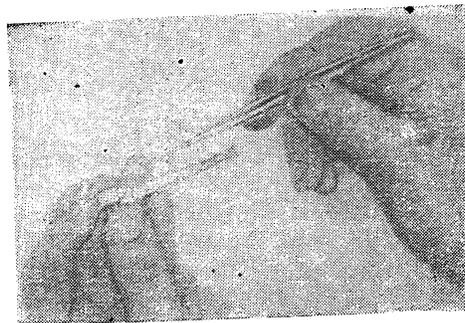
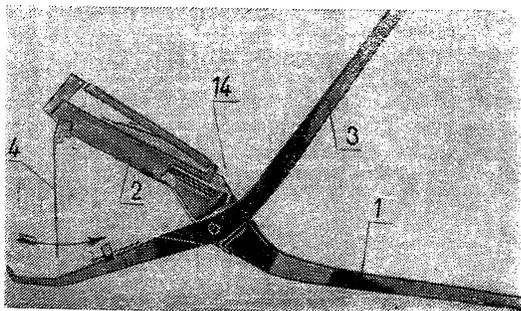

Рис. 11.
Рис. 12.
Магазин держат тремя пальцами левой руки. Большой и средний пальцы располагаются по бокам магазина, а указательный упирается в торец, закрывая паз для скрепок. Правой рукой, захватив скрепку пинцетом, устанавливают ее на седло магазина (см. Рис. 11) и продвигают ее в скрепочный паз с помощью заряджателя (см. Рис. 12).
Левой рукой держат аппарат в раскрытом положении, а правой рукой вставляют магазин передними шпильками в гнезда средней бранши и поворачивают в направлении, указанном стрелкой (см. Рис. 12), пока выступ хвостовой части магазина не войдет в паз средней бранши.
Перед установкой магазина затвор (14) должен быть отведен в крайнее правое положение (см. также Рис. 12).